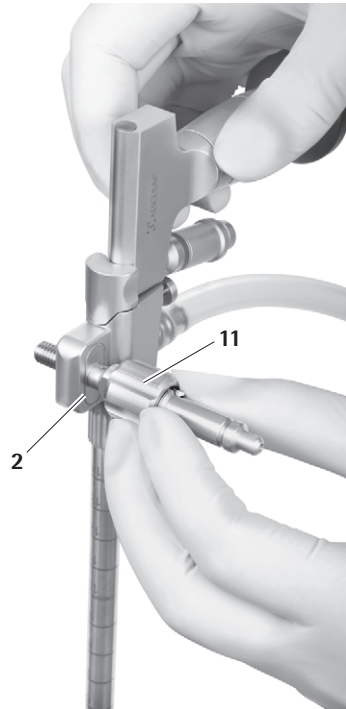

Fig. 18
- ▶ Inserire l'adattatore braccio di tenuta 11 lateralmente in un foro a scelta (destra/sinistra) finché la flangia scatta nell'apposita scanalatura 2 che serve per il fissaggio del braccio di tenuta, vedere Fig. 18.